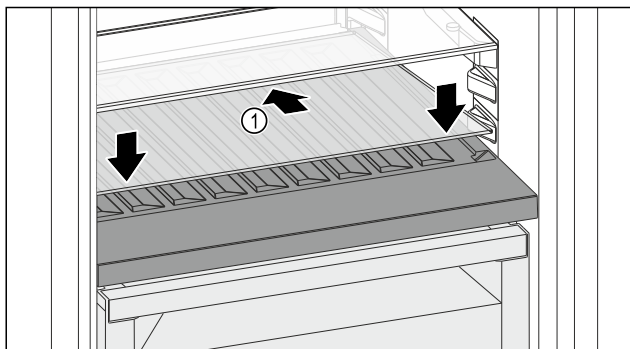

Fig. 118
- Coloque la placa de vidrio Fig. 118 (1) en ángulo e inclinada hacia atrás y hacia abajo.
- Levante la placa de vidrio Fig. 118 (1) por la parte delantera.